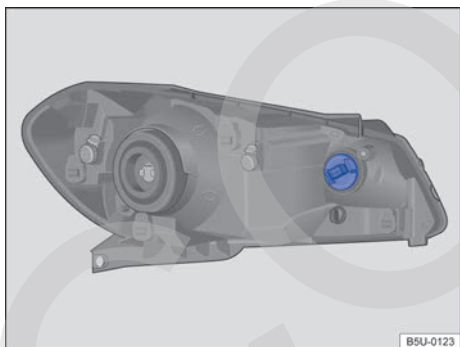
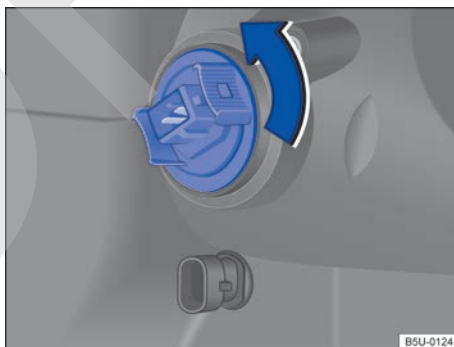

Fig. 171 En el compartimento del motor: ubicación de la lámpara incandescente del Indicador de dirección delantero.
Fig. 172 Portalámparas incandescente del Indicador de dirección delantero.
4. Girar el portalámparas ⇒ fig. 171, en el sentido de la flecha ⇒ fig. 172, y desencajarlo del alojamiento.
9. Presionar el portalámparas hasta el batiente y girar en el sentido contrario al de la flecha ⇒ fig. 172.